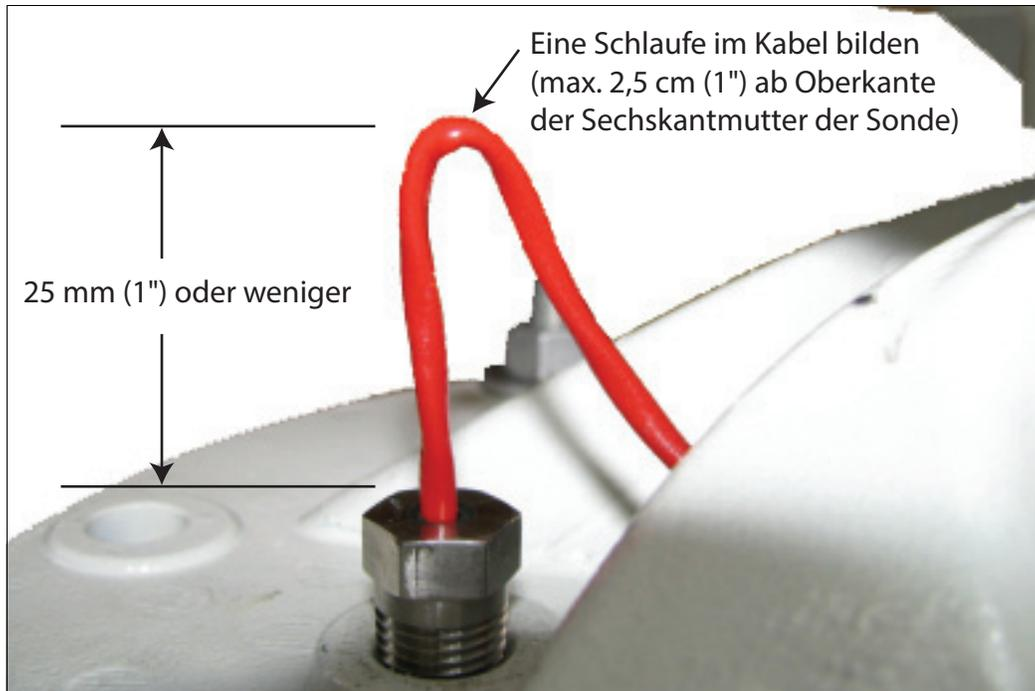

Abbildung 29. Vorbereitung des Thermosondenkabels für die Schutzkappe
5. Stecken Sie die Vinylkappe der Thermosonde (Teile-Nr. 514100-485) auf das Thermosondenkabel. Dazu das Kabel maximal 2,5 cm (1") über dem Sechskantkopf der Sonde umbiegen (siehe Abbildung 29).